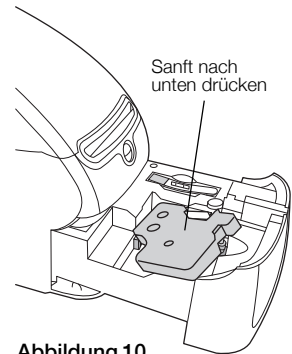

Abbildung 10
- 3 Legen Sie die Kassette ein, und drücken Sie fest nach unten, bis die Kassette in ihrer Position einrastet. Achten Sie darauf, dass Etikett und Farbband richtig positioniert sind. Siehe Abbildung 10.